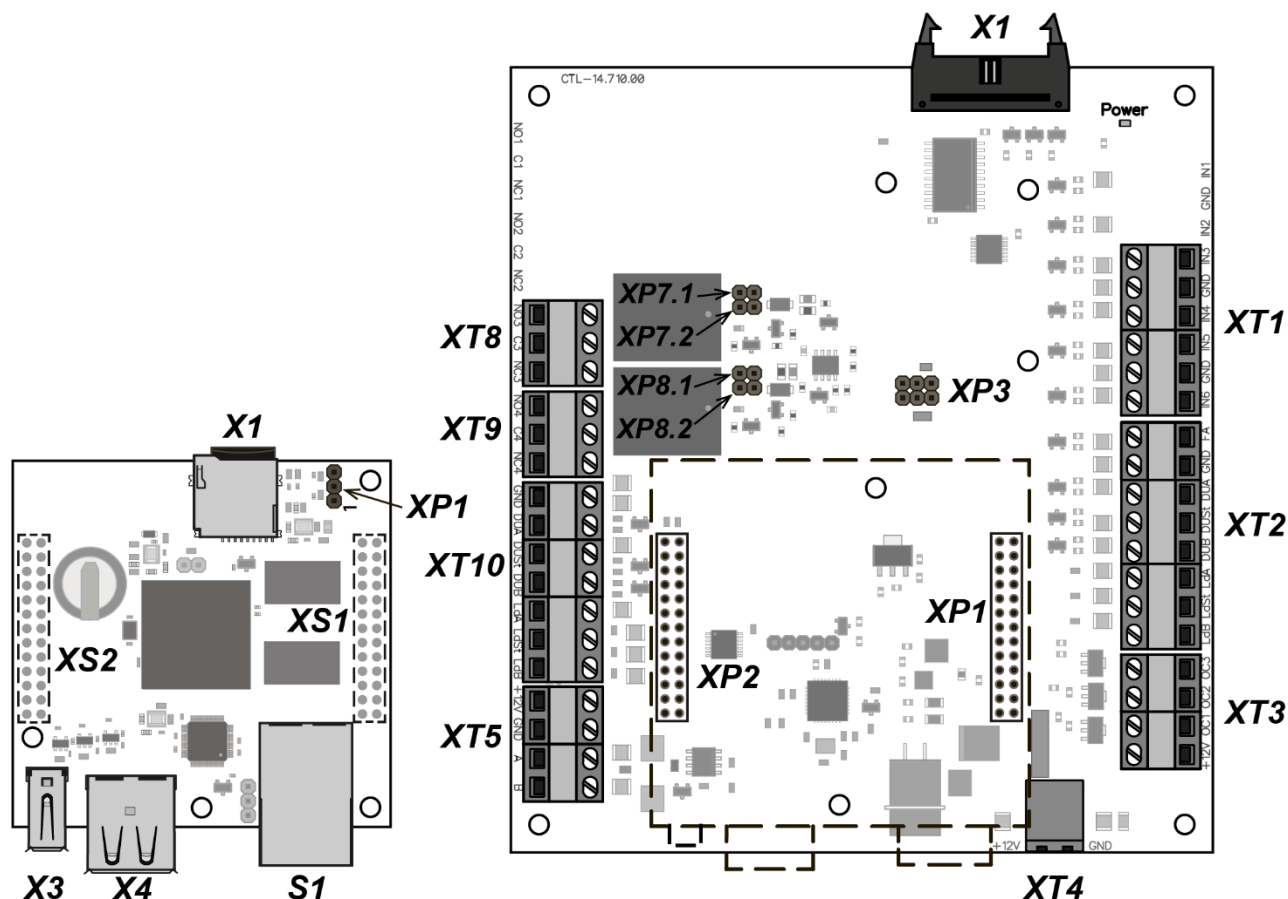

Рисунок 6. Внешний вид верхней и нижней плат контроллера
кабелю питания (10). Все подключения производятся в соответствии со схемой электрических соединений ЭП и дополнительного оборудования, представленной на рис. 11. Внешний вид плат контроллера показан на рис. 6. На рисунке обозначены разъемы и клеммные колодки для конфигурации ЭП и подключения внешних связей.
Таблица 2. Назначение разъемов контроллера (см. рис. 6)